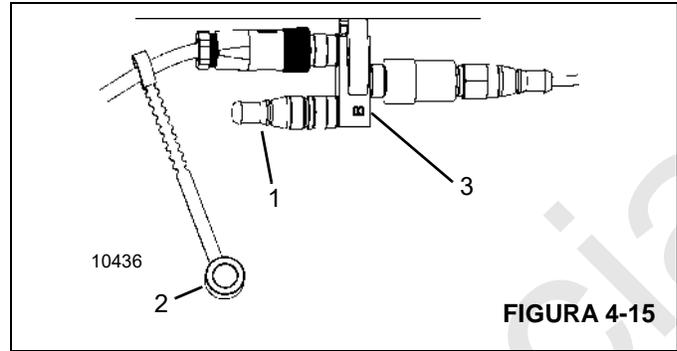

FIGURA 4-15
4. Retire la resistencia (1, Figura 4-15) de la tapa (2). Instale la resistencia en el puerto B del divisor (3).